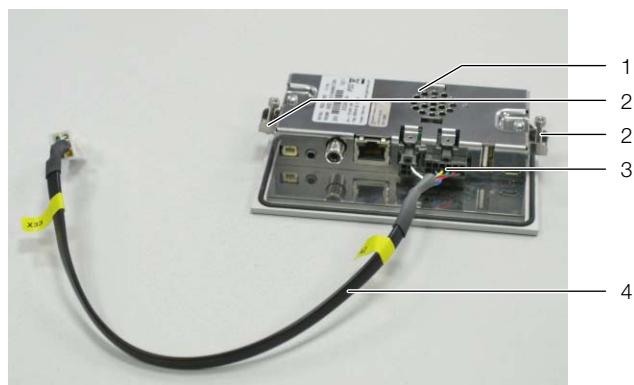

Abb. 60: Vorbereiten des Displays
- Setzen Sie die Befestigungsklammern mit den Schrauben (Abb. 60, Pos. 2) links und rechts in das Display ein.
- Stecken Sie das Anschlusskabel (Abb. 60, Pos. 4) unten am Display (Abb. 60, Pos. 3) ein.